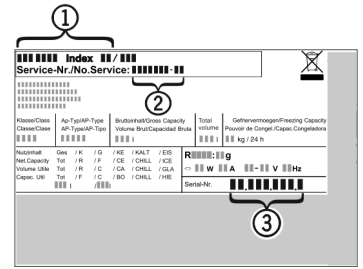

Fig. 11
- Apparaataanduiding Fig. 11 (1), servicenr. Fig. 11 (2) en serienr. Fig. 11 (3) van het typeplaatje aflezen. Het typeplaatje bevindt zich aan de linkerkant binnen in het apparaat.
- Contact opnemen met de Technische Dienst en het probleem, apparaataanduiding Fig. 11 (1), servicenr. Fig. 11 (2) en serienr. Fig. 11 (3) mededelen.